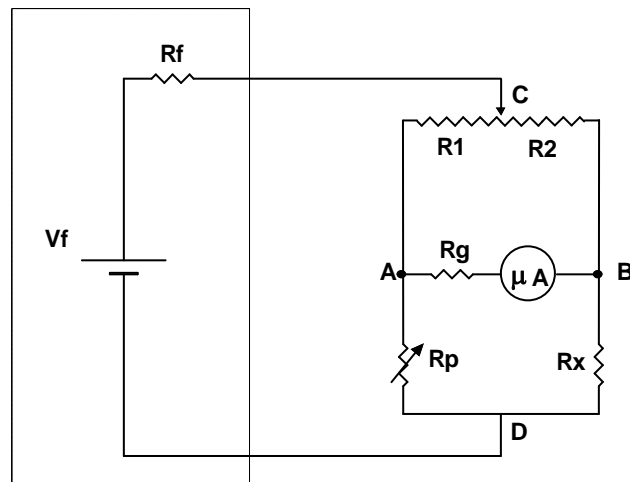

Figura 2 - Circuito da ponte de Wheatstone com a derivação central de R_1 e R_2 .
- a. Os resistores R_1 e R_2 são formados por um único resistor, com uma derivação central, como mostra a Figura 2. Assim, a soma das resistências de R_1 e R_2 é constante, o que se muda é a relação entre elas.